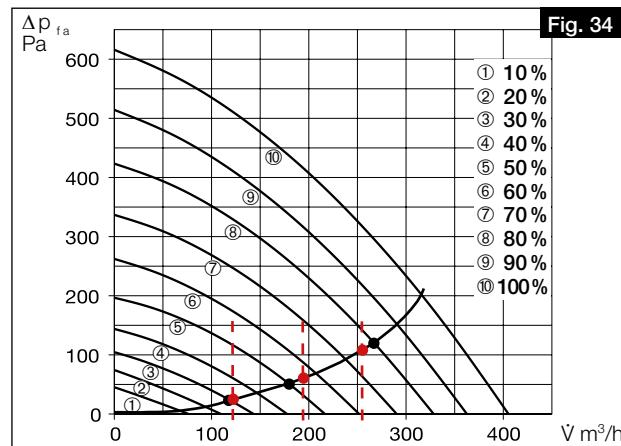

Fig. 34
1. Saisir les débits volumiques issus du l'étude pour les trois profils de ventilation „Présent“, „Absent“ et „Forcé“ dans la courbe caractéristique de l'appareil pour l'air soufflé et extrait (voir Fig. 34).
**① Nous recommandons d'enregistrer les valeurs suivantes dans les profils de ventilation :**